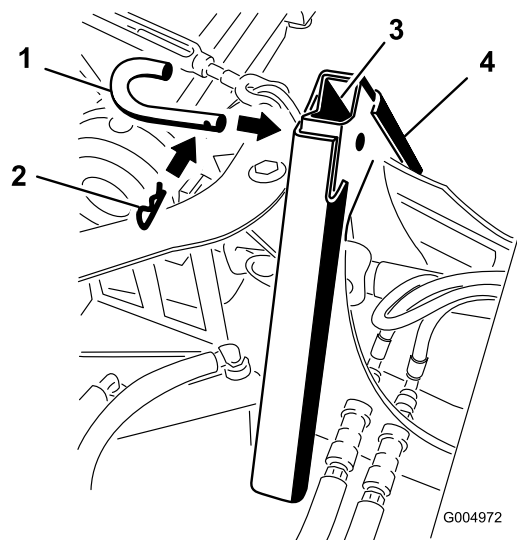

Bild 14
- Befestigen Sie die Adapter mit dem Anbaugerätstift und dem Splint, wie in Bild 14 dargestellt. Für schwere Lasten kann eine Mutter und Schraube verwendet werden.